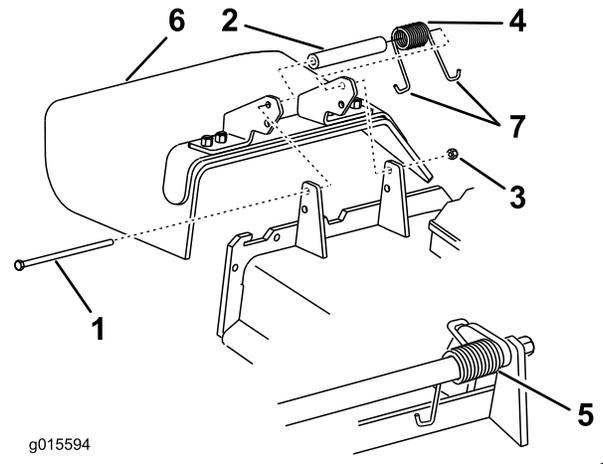

Figura 102
1. Retire la contratuerca, el perno, el muelle y el espaciador que sujetan el deflector a los soportes de pivote (Figura 102). Retire el deflector de hierba dañado o desgastado.
Nota: Asegúrese de colocar un extremo en J del muelle detrás del reborde de la carcasa antes de instalar el perno, según se muestra en Figura 102.
3. Instale el perno y la tuerca. Coloque un extremo en J del muelle alrededor del deflector de hierba (Figura 102).